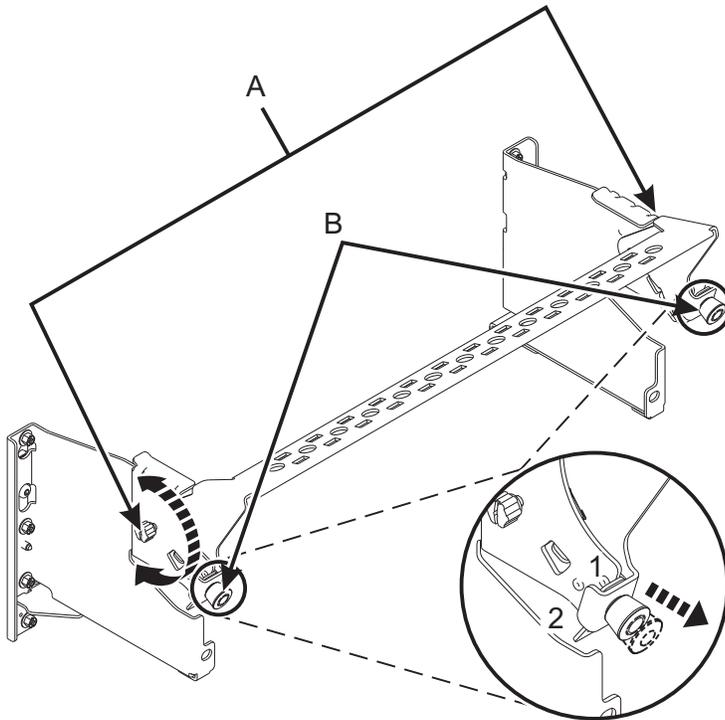

Figura 22. Colocar o suporte de gestão de cabos na posição de assistência
4. Coloque o suporte de gestão de cabos na posição de assistência. Consulte Figura 22 na página 22.